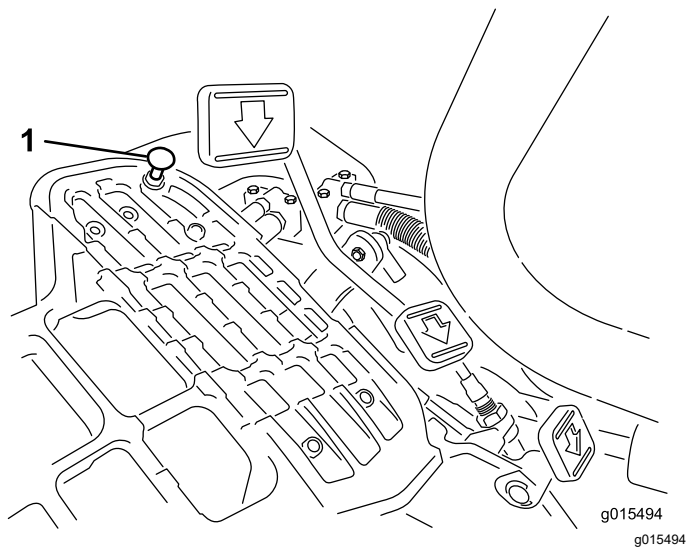

図 43
モードレバーを移動走行位置にセットし、ペダルを一杯に踏み込めば最高速度となります。ケーブルに張力が掛かる前にペダルがストップ 図 43 に当たる場合には調整が必要です。
1. モードレバーを移動走行位置にセットし、ペダルストップを固定しているロックナットをゆるめる図 43。